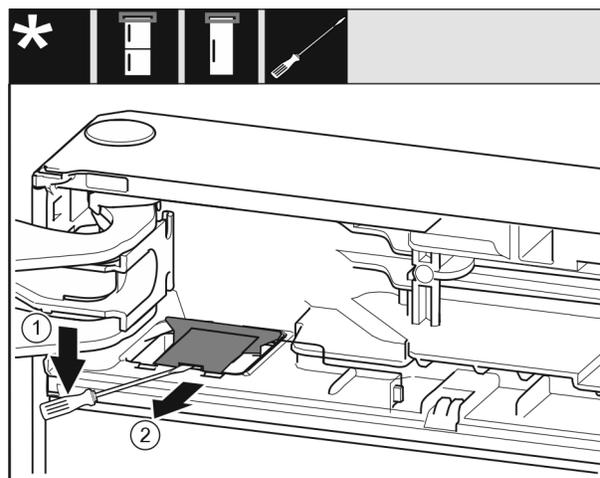

Fig. 6
- ▶ Avec un tournevis plat détacher et garder le cache. Fig. 6 (1)
- ▶ Sortir le cache. Fig. 6 (2)